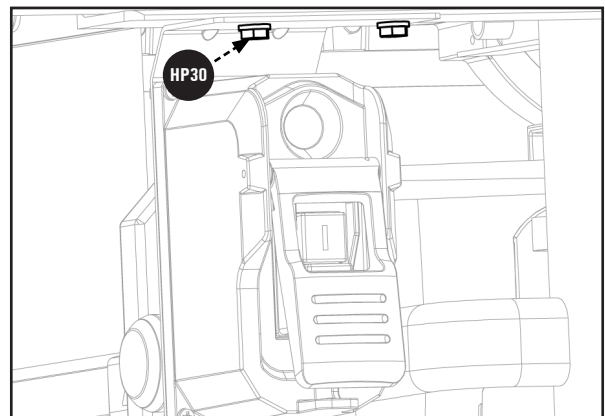

Figure 15
2. Alignez les deux trous du support du boîtier d'interrupteur avec les trous situés sous le rail avant, illustrés à la Figure 15, situés sur le côté gauche de la scie. Fixez le boîtier de commutation **F3** au rail avant à l'aide de deux vis hexagonales 1/4 20 x 1/2 pouce avec rondelle de blocage **HP19**.